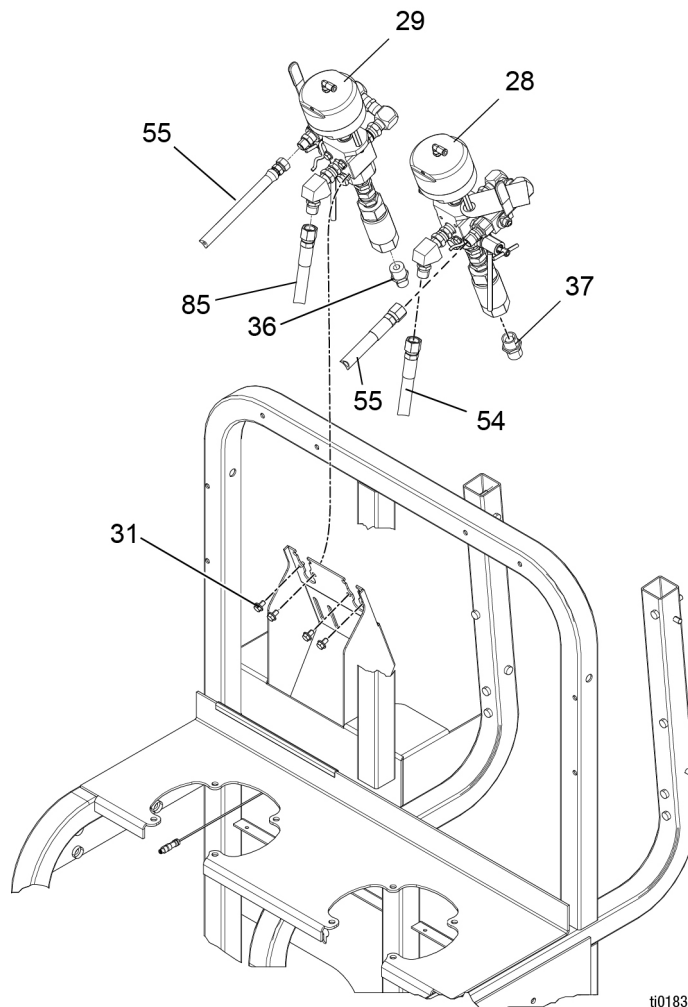

FIG. 6
3. Débrancher toutes les conduites de produit à partir des vannes de dosage (28 ou 29). Voir FIG. 6.
5. Débrancher capteur de pression (831) du FCM (507). Voir **Schémas électriques**, page 46.
6. Retirer les deux boulons (31) qui fixent la vanne de dosage au support.